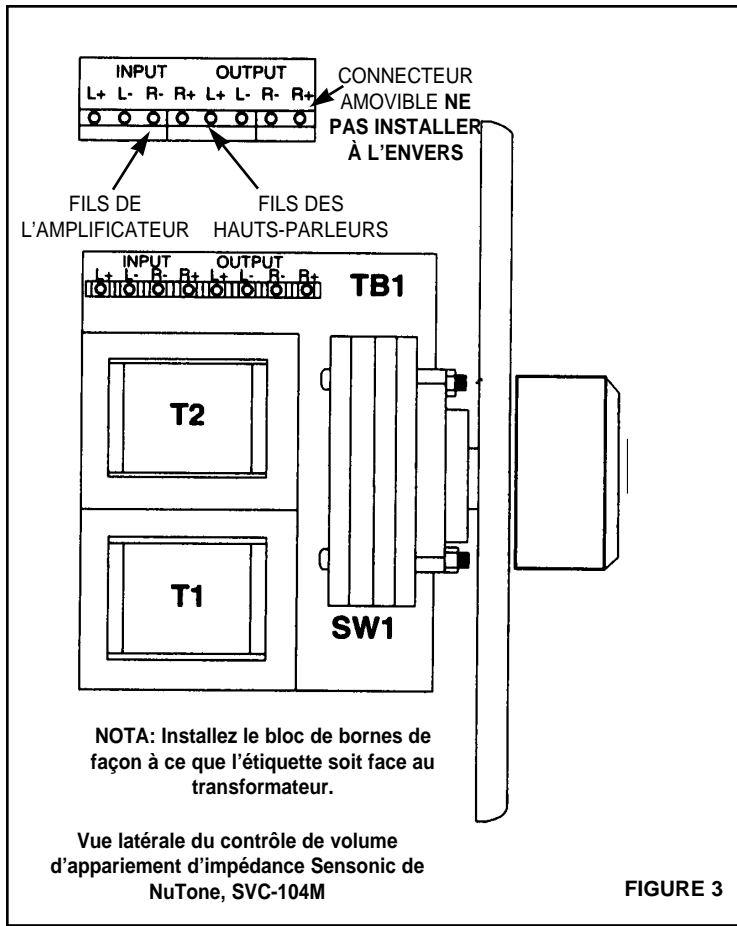

FIGURE 3
1. **Refer to Figure 3.** Connect the wires from the 10ZADP to the amplifier input on the SVC-104M.
2. **Refer to Figure 3.** Connect wires from the speakers to the speaker inputs on the SVC-104M.
1. **Veillez consulter la Figure 3.** Branchez les fils du 10ZADP à l'entrée de l'amplificateur se trouvant sur le SVC-104M.
2. **Veillez consulter la Figure 3.** Branchez les fils des hauts-parleurs à l'entrée des hauts-parleurs se trouvant sur le SVC-104M.